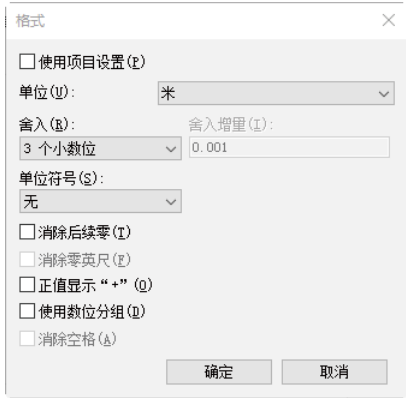

图 3-14 “格式”对话框
(6) 单击“编辑参数的单位格式”按钮，打开“格式”对话框，取消选择“使用项目设置”复选框，设置“单位”为“米”，“舍入”为“3 个小数位”，单位符号为“无”，如图 3-14 所示。连续单击“确定”按钮，结果如图 3-15 所示。